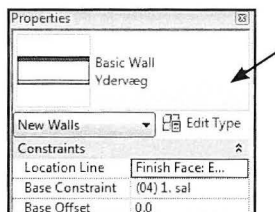

Fig. 09.110. Vælg vægtype.
- Sørg for at det er ydervæggen vi opbyggede der er valgt (Fig. 09.110).